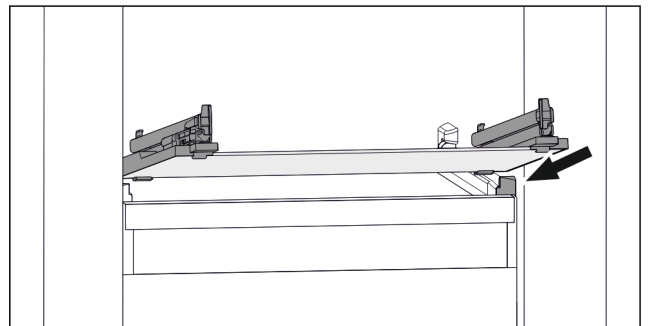

Fig. 111 Representación de la placa de vidrio a modo de ejemplo
- ▶ Coloque la placa de vidrio inclinada detrás de los topes. (consulte Fig. 111)